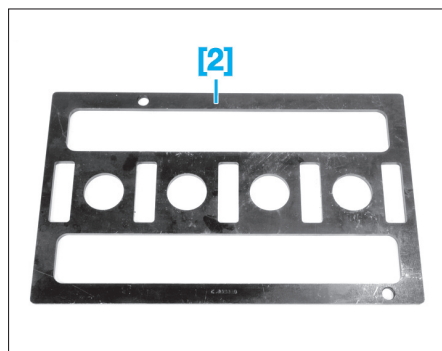

FIG. 82
- Gabarit [2] de centrage des coussinets de palier de vilebrequin (Ref PSA : 0194.Q) (Fig.82).
- Centrer les coussinets de tourillons avec le gabarit [2] sur le carter des chapeaux de paliers de vilebrequin (Fig.82).